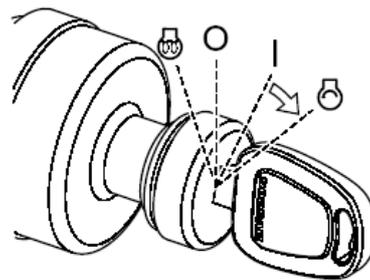

Рис. 10
5. После загорания индикатора завершения предпускового подогрева, сразу повернуть ключ зажигания в положение запуска "I" (START), (Рис. 10). Двигатель должен запуститься приблизительно через 5 секунд.
6. После того, как двигатель запущен, отпустить ключ. Ключ вернется в положение "I" (Включен), (Рис. 10).